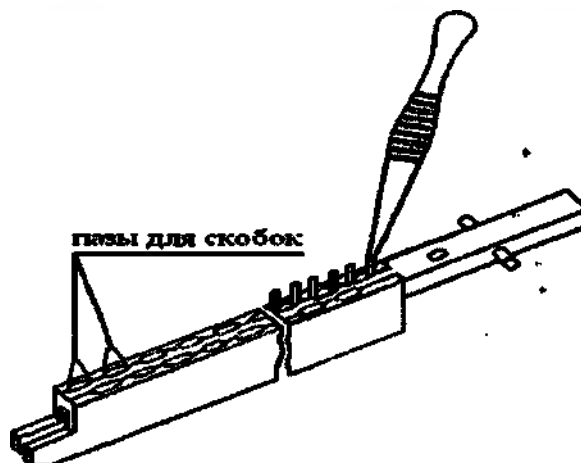

Рисунок 6.
6.2. Произведите зарядку магазина П-образными металлическими скобками (рис.6). Для этого возьмите пинцетом скобку за ножку, вставьте в паз магазина спинкой внутрь со стороны рабочей плоскости магазина и осторожно погрузите скобку на всю высоту ножек заподлицо с плоскостью магазина, нажимая широкой плоской частью пинцета сразу на обе ножки. При этом недопустима деформация ножек скобок.